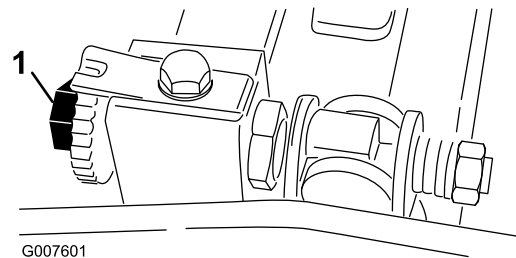
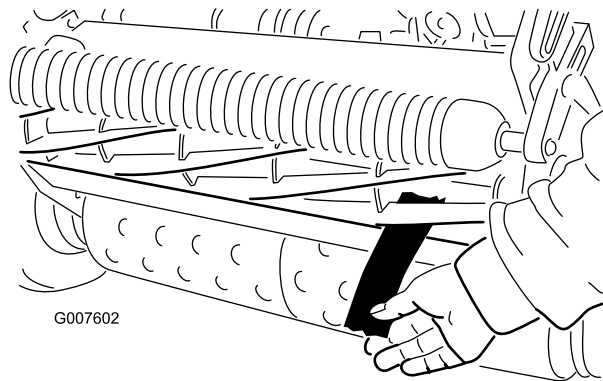

Figura 39
Figura 40
2. Asegúrese de eliminar el contacto con el molinete girando los tornillos de ajuste de la barra de asiento en el sentido contrario a las agujas del reloj (Figura 39).
y la contracuchilla (Figura 40). Gire el molinete lentamente hacia adelante, y al mismo tiempo gire en el sentido de las agujas del reloj el tornillo de ajuste de la barra de asiento (en el mismo extremo del molinete), un clic a la vez, hasta que el papel quede ligeramente aprisionado cuando se inserta desde delante, paralelo a la contracuchilla, produciendo una ligera resistencia al tirar del papel (Figura 39).
6. Cuando termine el ajuste, compruebe si el molinete 'pellizca' un papel cuando se inserta desde delante, y si corta el papel cuando se inserta en ángulo recto respecto a la contracuchilla (Figura 40). Debe ser posible cortar el papel con un contacto mínimo entre la contracuchilla y las cuchillas del molinete. Si se nota una resistencia excesiva del molinete (más de 0,79 Nm), será necesario afilar o amolar la unidad de corte para conseguir los filos necesarios para un corte de precisión (consulte el manual de afilado de molinetes de Toro).